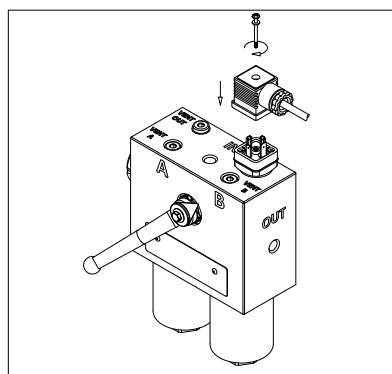

fig. 18
- (Fig. 18) Montare il connettore avvitando la vite centrale (solo per gli indicatori elettrici)